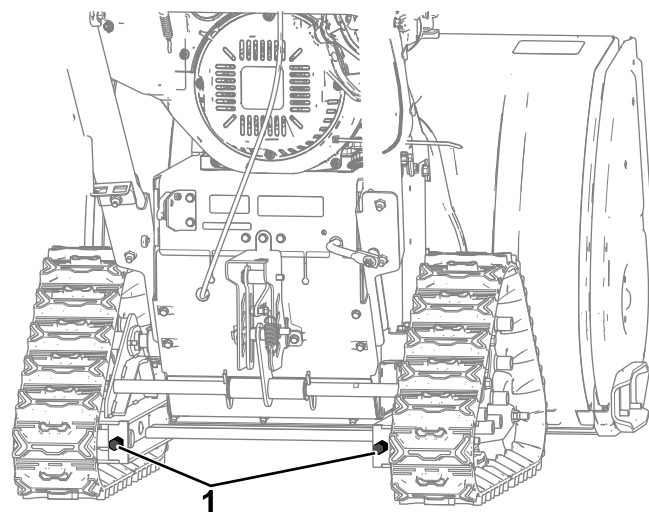

Рисунок 27
- B. Отрегулируйте болт с шестигранной головкой по мере необходимости (Рисунок 27).